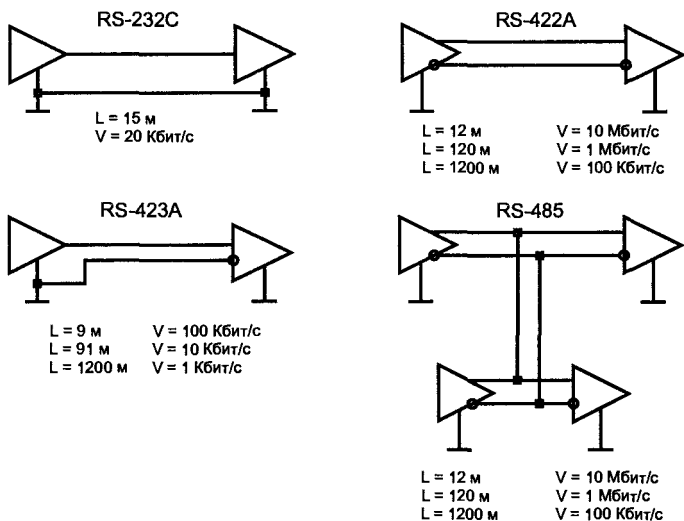

Рис. 2.2. Стандарты последовательного интерфейса
На *физическом уровне* последовательный интерфейс имеет различные реализации, различающиеся способом передачи электрических сигналов. Существует ряд родственных международных стандартов: *RS-232C*, *RS-423A*, *RS-422A* и *RS-485*. На рис. 2.2 приведены схемы соединения приемников и передатчиков, а также показаны ограничения на длину линии (L) и максимальную скорость передачи данных (V).